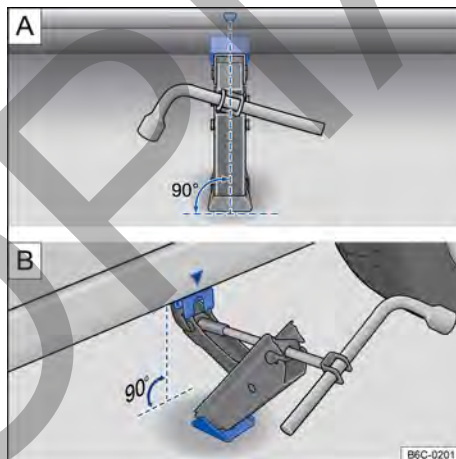

Fig. 201 Puntos de apoyo del gato y gato posicionado atrás en el lado izquierdo trasero del vehículo.
10. Garantizar que la base del gato, con toda su superficie, esté sobre el piso y que la base se encuentre perpendicularmente por debajo del punto de colocación → fig. 201 [A] e [B].
11. Alinear el gato y, simultáneamente, levantar la garra del gato hasta que se encaje en el travesaño debajo del vehículo → fig. 201 [A] y [B].
- Posicionar el gato únicamente en los puntos indicados. La garra del gato debe encajarse en el perfil del larguero de forma segura → fig. 201 [A] y [B].